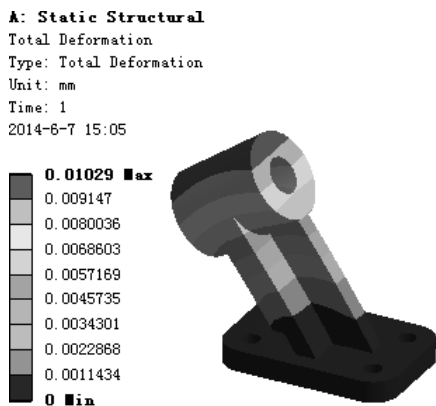

图 7.2.6 位移变形结果图解
(1) 求解分析。在顶部工具栏中单击 **Solve** 按钮求解分析。
(2) 查看位移变形结果图解。在“Outline”窗口中选中 **Total Deformation**，查看图 7.2.6 所示的位移变形结果图解，其最大位移为 0.01029mm。